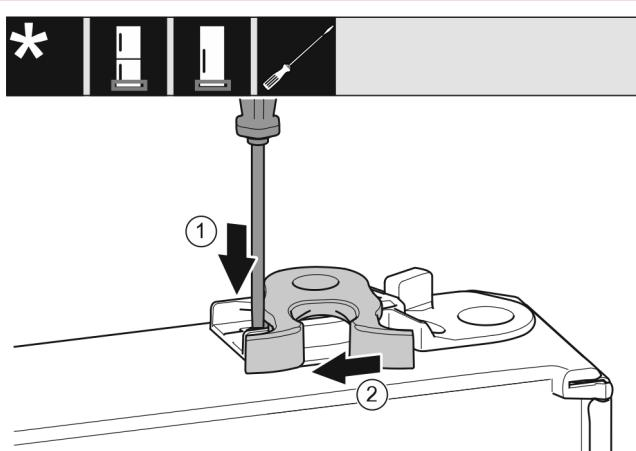

Fig. 23 *
- ▶ Plochým šroubovákom přitlačte lamelu Fig. 23 (1) dolů.*
- ▶ Vytáhněte petlici Fig. 23 (2) z vedení.*
- ▶ Petlici Fig. 23 (3) zasuňte do vedení na druhé straně.*